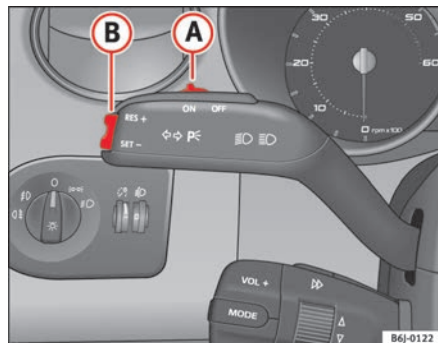

Fig. 103 Alavanca dos indicadores de direcção e máximos: comando e interruptor basculante para o regulador de velocidade
- Empurrar o cursor ⇒ fig. 103 **A** para esquerda para **ON**.